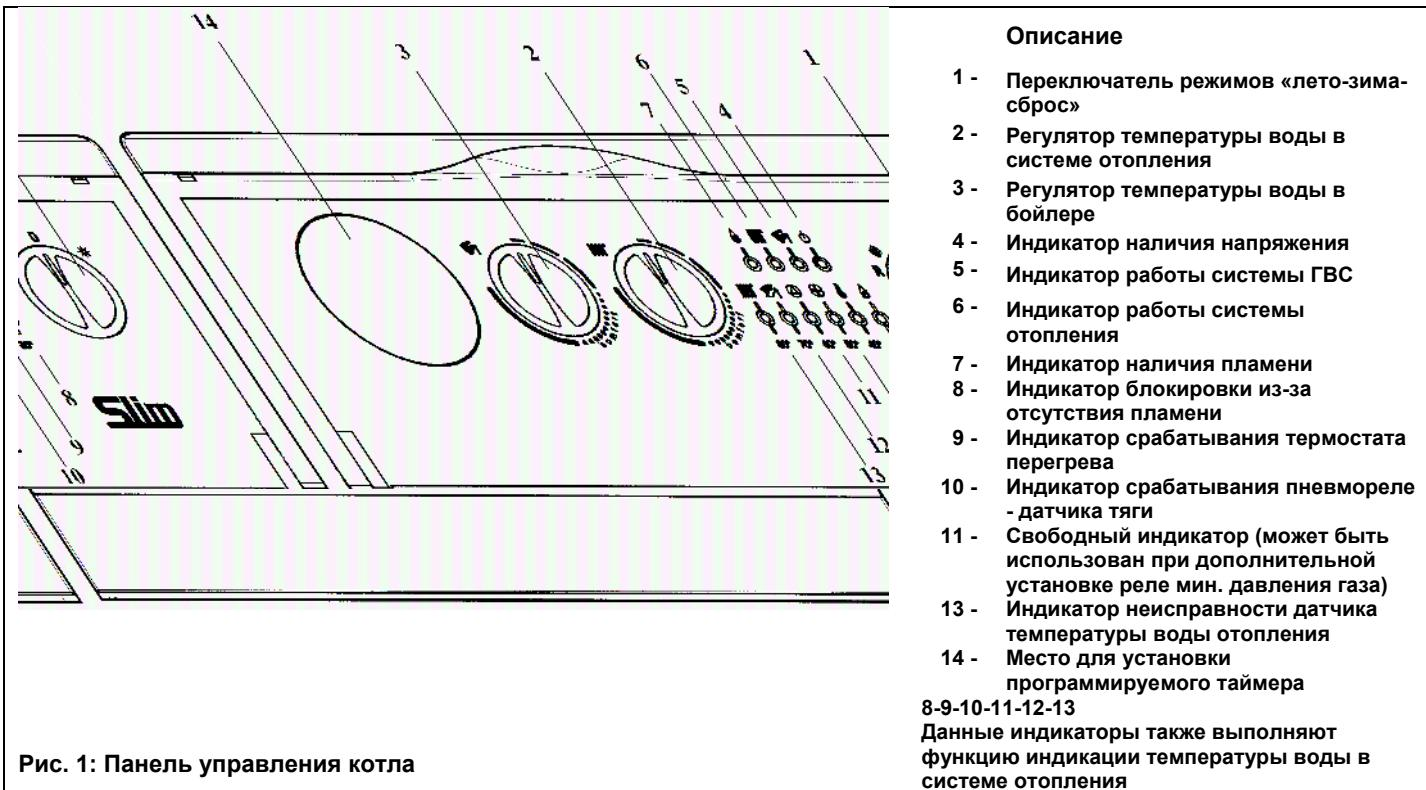

Рис. 1: Панель управления котла
- установить переключатель режимов «лето - зима» (рис. 1, позиция 1) в режим «зима» \*
- установить регулятор температуры воды в системе отопления (рис. 1, позиция 2) на нужное значение.
**Важная информация:** при переключателе режимов «лето - зима» (рис. 1, позиция 1), установленном в положении «зима» , перед каждым очередным включением котла по сигналу регулятора системы отопления установлена задержка на несколько минут (для того чтобы избежать частых включений/выключений). Для того чтобы горелка включилась сразу, переведите переключатель в положение (0), а затем снова установите режим «зима».
**Внимание!** При первом включении внутри трубы подачи газа могут образоваться воздушные пробки. В таких случаях горелка не будет включаться и произойдет блокировка котла по газу (загорается красная лампочка блокировки котла - рис. 1, позиция 8). При возникновении данной проблемы повторите процесс включения котла до поступления газа в горелку, кратковременно установив перед включением переключатель режимов (рис. 1, позиция 1) в положение **R** (сброс).
Регулятор температуры воды в бойлере (рис. 1, поз. 3) может использоваться только при наличии накопительного бойлера. В этом случае возможно отрегулировать температуру воды контура ГВС, установив регулятор на нужное значение.
Приоритет ГВС можно отключить установив регулятор (рис. 1, поз. 3) на минимальное значение в соответствии с функцией защиты от замерзания воды в бойлере.
Данное устройство может быть снабжено комнатным термостатом для контроля температуры отапливаемого помещения. В этом случае регулятор температуры воды в системе отопления (рис.1, поз. 2) устанавливается в максимальное положение, а сигналы на включение и выключение котла поступают от комнатного термостата. При отсутствии комнатного термостата температура помещения регулируется косвенным образом при помощи регулятора температуры воды в системе отопления (рис.1, поз. 2); при таких условиях насос системы отопления работает постоянно. Для увеличения температуры повернуть регулятор по часовой стрелке, для уменьшения - против часовой стрелки.
- Установить переключатель режимов (рис. 1, поз. 1) в положение (0), проследив, чтобы лампочка-индикатор (рис. 1, позиция 2) погасла; таким образом прекращается подача электричества на котел.
- переключатель режимов (рис.1, позиция 1) не установлен в положение (0);